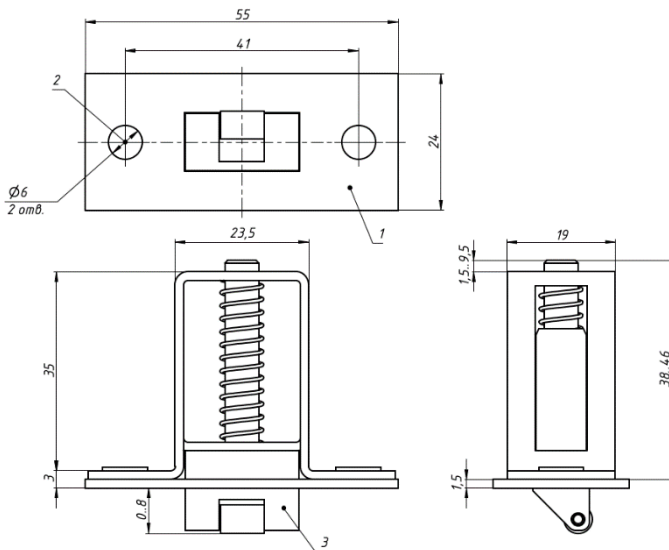

Рис.2 Габаритные и установочные размеры защелки
- 1) Разметить места крепежных отверстий (2) защелки, просверлить сверлом Ø 2 мм.
- 2) Приложить защелку лицевой пластиной (1) к выполненным в п.1 отверстиям и разметить контур лицевой части защелки и корпуса.
- 3) Выполнить отверстие для установки корпуса глубиной не менее 50 мм (рис.2).
- 4) Если необходимо, выполнить обнижение для лицевой пластины (1).